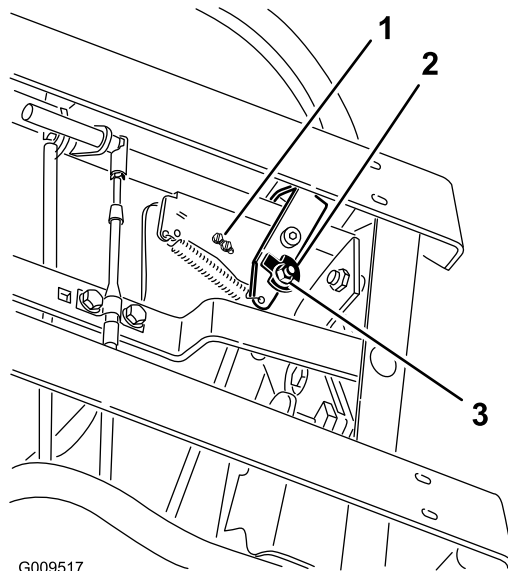
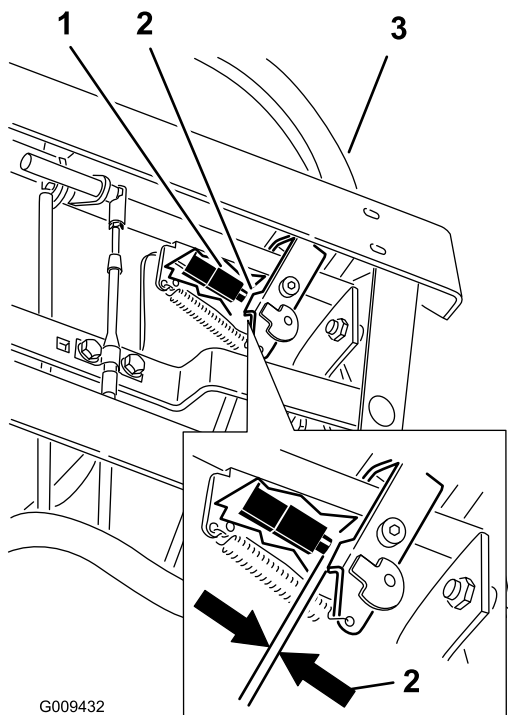

Figure 69
Figure 70
7. Desserrez l'écrou et le boulon de fixation de la came (Figure 69).
10. Vérifiez l'écartement entre le levier de commande et l'interrupteur comme illustré à la Figure 70. L'écartement doit être de 3 mm. quand le levier de commande de déplacement droit est en position de déverrouillage du point mort
11. Au besoin, desserrez les vis de fixation de l'interrupteur et réglez l'interrupteur (Figure 69 et Figure 70).